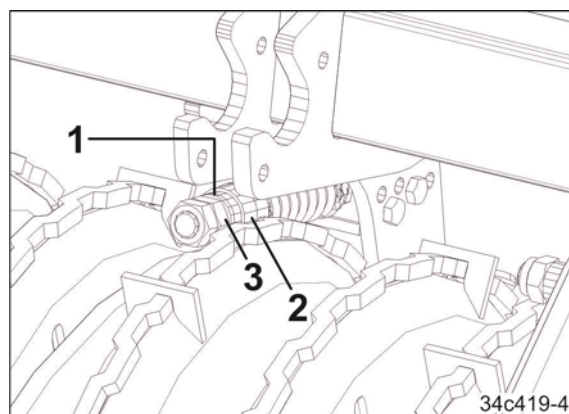

Рис. 96
2. Вставьте 1 - 2 компенсационные шайбы (Рис. 96/1) между втулкой (Рис. 96/2) и шестигранной гайкой (Рис. 96/3).